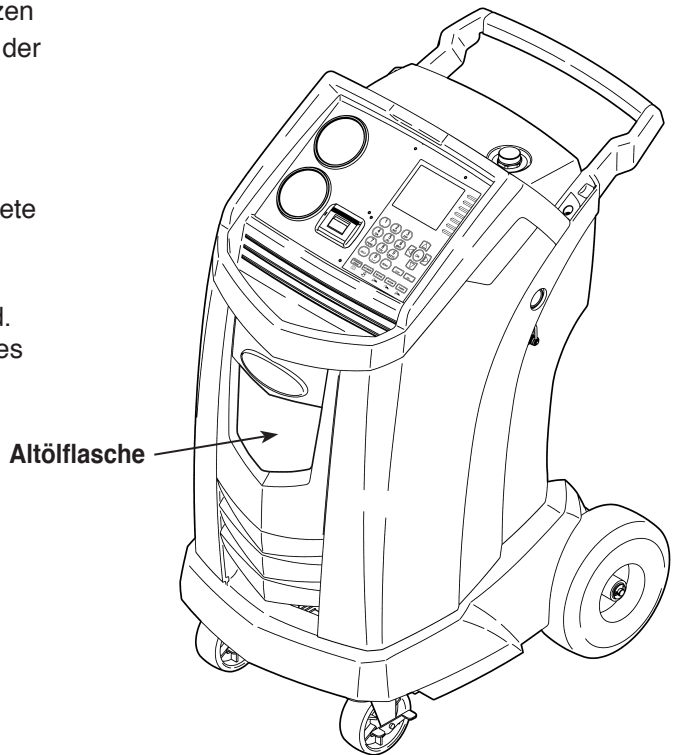

Abbildung 2
1. Die Altölflasche gerade halten und den Anschlussstutzen in die Öffnung einführen, bis er einrastet. Die Position der Altölflasche ist in Abbildung 2 dargestellt.